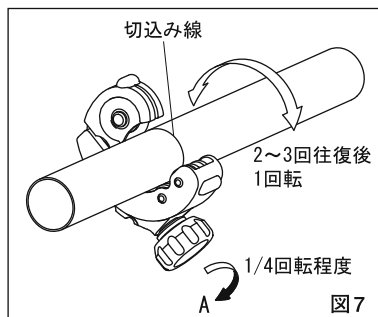

図7
- ②カッター刃がパイプに当たったところから、さらにグリップを矢印Aの方向に1/4回転程度まわしてから本体をパイプ外周にそって90°程2～3回往復させます。さらに本体を1周させ全周に切込み線をつけます。（図7）